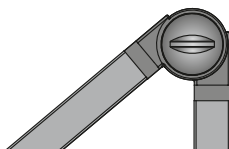

Fig. 3: Articulation et vis articulée.
- ▶ Sur un luminaire avec tiges articulées : serrer chaque vis de l'articulation jusqu'à ce que le luminaire reste dans la position requise, voir Fig. 3 .